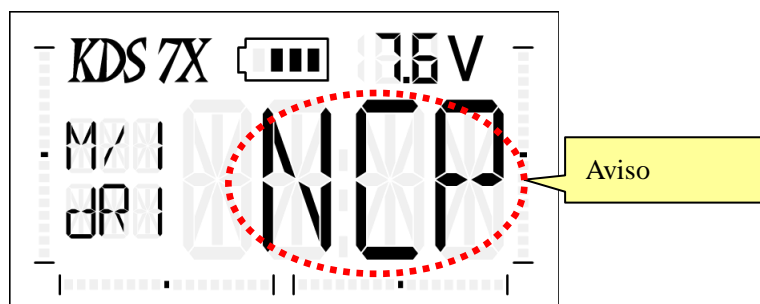

Figura 27 - Configuración Protección de Sin Control
- 3) Mantenga presionado el botón ESC hasta que la pantalla del transmisor muestre "NCP" como en la Figura 27, y luzca el LED de RF, y el LED del receptor se apagará al mismo tiempo.